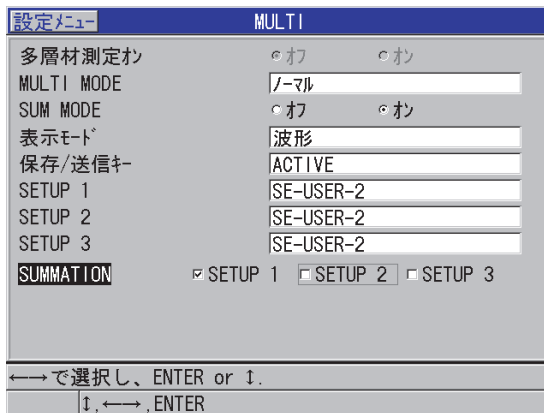

図 7-7 ノーマルモードでの多層材測定パラメータの設定
5. [多層材測定]画面（109 ページの図 7-7 参照）で、以下の操作を行います。